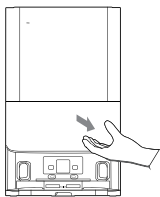

Fig. 19
1. Ta av dekslet på dokkingstasjonen. [Fig. 19]